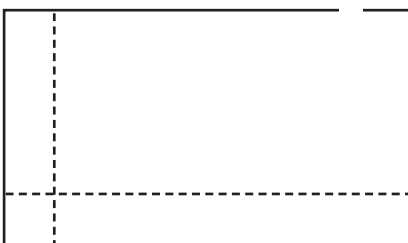

Fig. 2
2. Mueva las líneas de tiza hacia una esquina o al extremo del área más lejano de la entrada. Estas líneas deben estar a dos o tres pies de la pared, dependiendo de su alcance (Fig. 2).